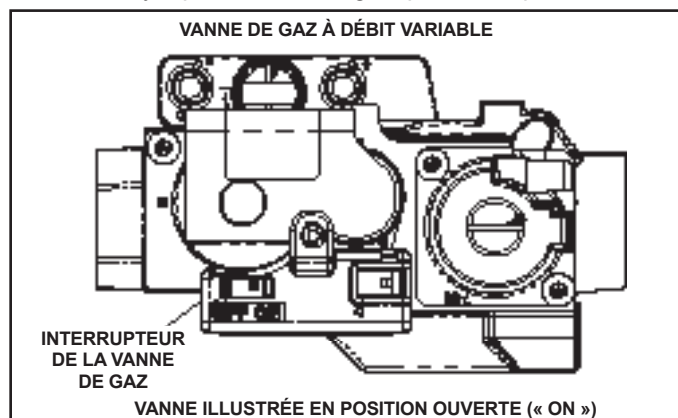

FIGURE 2
#### Fonctionnement de la vanne de gaz (Figure 2)
- 8 - Mettre l'interrupteur de la vanne de gaz sur « ON ». Voir figure 2.